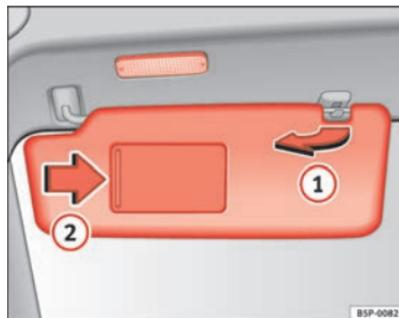

Fig. 81 Aletta parasole lato conducente
L'aletta parasole per il conducente e quella per il passeggero possono essere staccate dai supporti che si trovano in prossimità della linea mediana del veicolo e spostate in direzione delle porte ⇒ fig. 81 ①. ▶